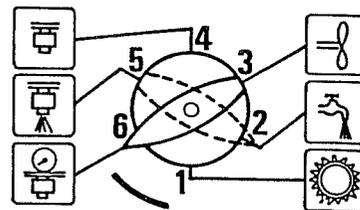

FIG. 12
- Kontakt A (fig. 12) drejes til position 2 (skylning).
- Afbrydere B (fig. 12) åbne.
- Kontakt A (fig. 12) drejes til position 5 (sprøjtning) (PTO frakoblet).
- Kontakt A (fig. 12) drejes til position 2 (skylning) og derefter til position 1 (stop).